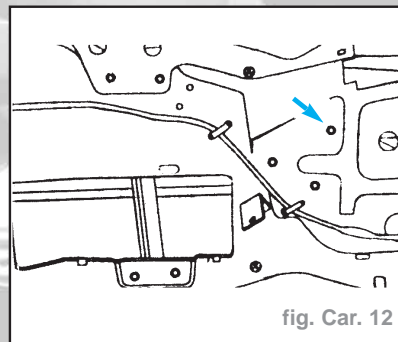

fig. Car. 12
- Déposer les fixations de lève-vitre (fig. Car. 12).